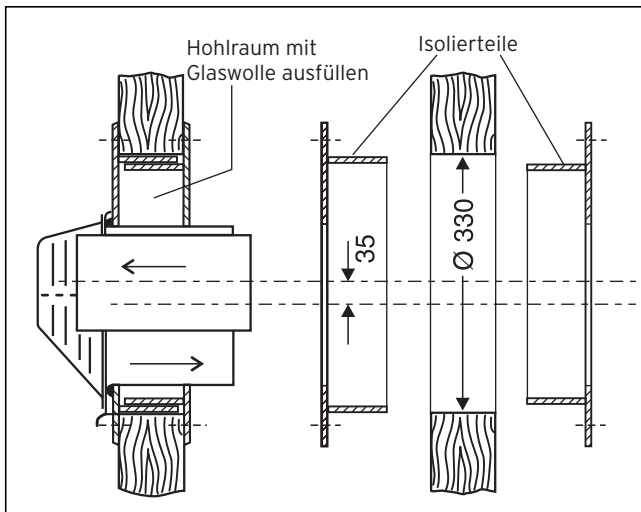

Abb. 4.10 Montage des Isolierteils
Montage des Frischluft-Abgas-Systems mit Mauerkasten (Abb. 4.10 und 4.12)
- Nun den Spannflansch (C) montieren (Abb. 4.10)